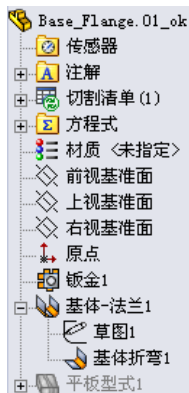

图 7.2.5 设计树
- 单一开放环横截面草图中的所有尖角无需进行创建圆角，系统会根据设定的折弯半径在尖角处生成“基体折弯”特征，从上面例子中的设计树可以看到，系统自动生成了一个“基体折弯”特征，如图 7.2.5 所示。